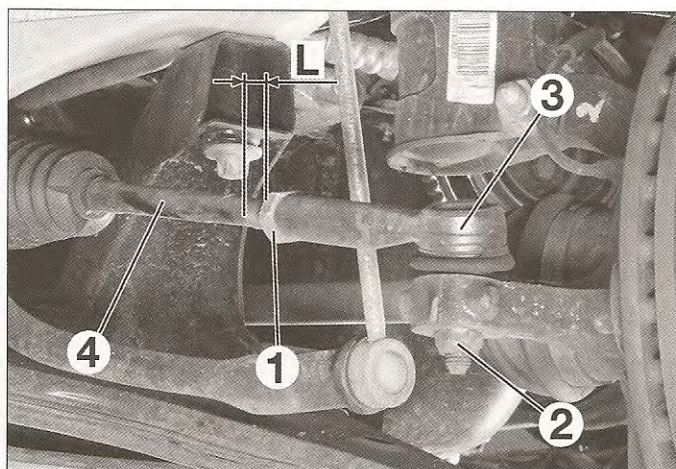

FIG. 14
- Medir la longitud (l) de la rosca (fig. 14).
- Aflojar la contratuerca (1).
- la tuerca (2) de la rótula.
- la rótula (3) de la mangueta con un extractor.
- Desatornillar la rótula de dirección de la bieleta (4) de cremallera.